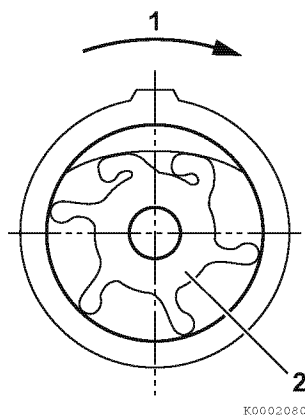

Figura 7
*Nota: La pompa ruota nella direzione indicata (**Figura 7**) e quindi la girante deve essere montata in modo tale da ruotare nella stessa direzione. Se la girante è stata rimossa, fare molta attenzione a non montarla nel verso sbagliato. Inoltre, se il motore viene fatto girare a mano, fare attenzione a farlo girare nella giusta direzione. La rotazione errata farà piegare la girante e la danneggerà.*